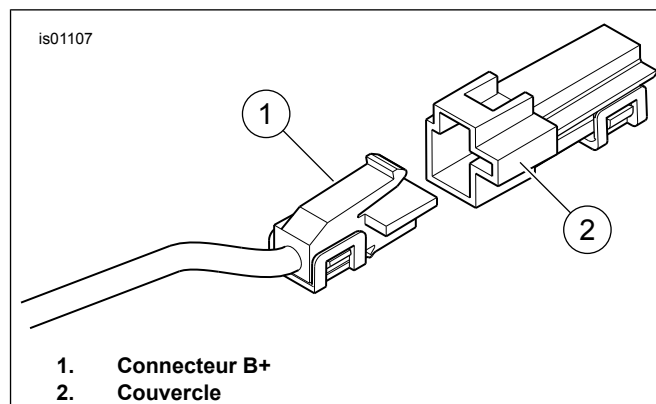

Figure 20. Connecteur B+
- Consultez Figure 20 . Repérez le connecteur B+ (borne positive de la batterie) (1) (un fil rouge avec un connecteur gris inutilisé) sur le faisceau électrique principal. Retirez le couvercle (2) du connecteur.